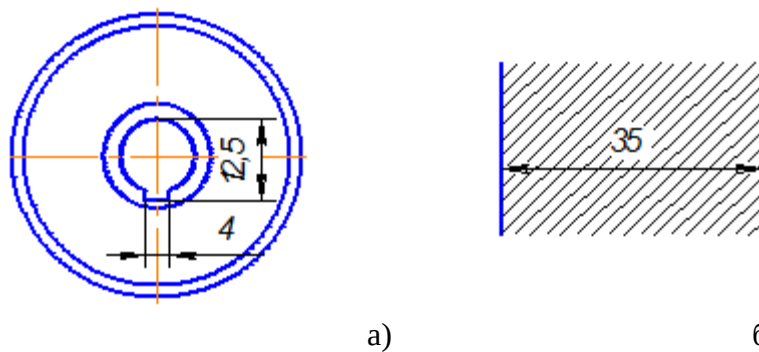

Рис.1.15
17. Размерные числа нельзя разделять или пересекать, какими бы то ни было линиями чертежа. Осевые, центровые линии (рис.1.15а) и линии штриховки (рис.1.15б) в месте нанесения размерного числа допускается прерывать.